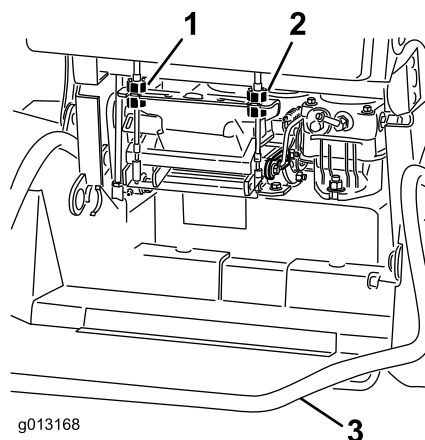

Figure 56
4. Tournez le dispositif de réglage du câble droit pour placer la commande de déplacement droite au centre de la fente de verrouillage au point mort du panneau de commande. Pivotez ensuite le dispositif de réglage du câble gauche pour régler la roue gauche à la même vitesse que celle réglée précédemment pour la roue droite. (Figure 56).